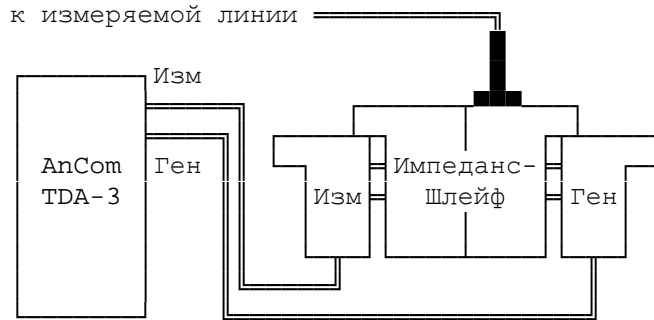

Рис. 5
на объекте "Измеритель" подключить импеданс-шлейф по схеме, приведенной на рис. 5;
2) при условии отсутствия в линии мешающих сигналов, то есть измерение импеданса коммутируемой линии при наличии сигналов от станции некорректно. Для проведения такого измерения следует после получения сигнала готовности станции (длинный гудок) набрать необходимый номер и, убедившись и обеспечив отсутствие какого-либо сигнала, приступить к измерению, причем схема подключения анализатора к линии должна соответствовать Рис.5, а номеронабор следует производить из окна набора номера, вызываемого командой "номер" по каналу "Генератор".